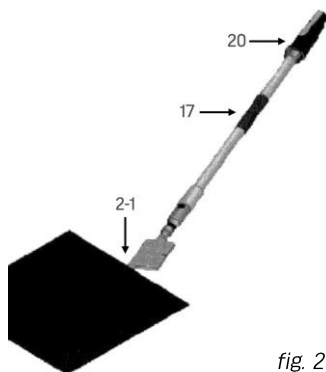

fig. 2
2. Tenez les prises de poignée (nos 17, 20) et placez l'outil à un angle de 45 à 60° avec le bord de l'outil de coupe à l'endroit désiré sur le plancher (fig. 2).